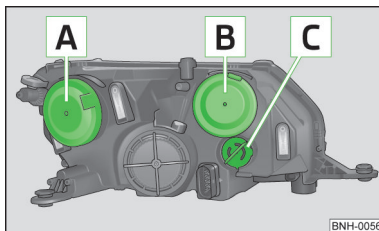

Fig. 126
- Retirar la tapa de goma **A** » fig. 126 » página 163.
- Retirar la tapa de goma **B** » fig. 126 » página 163.